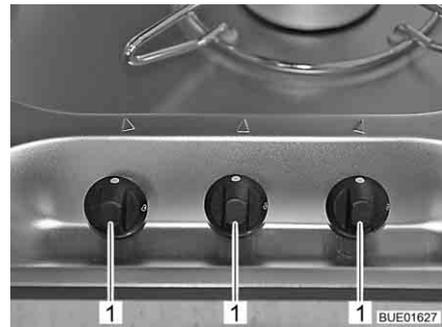

Fig. 216 Elementi di comando del fornello a gas
- Ruotare il pomello girevole (Fig. 216,1) dell'impianto a fiamma libera desiderato in posizione accesa (fiamma alta).